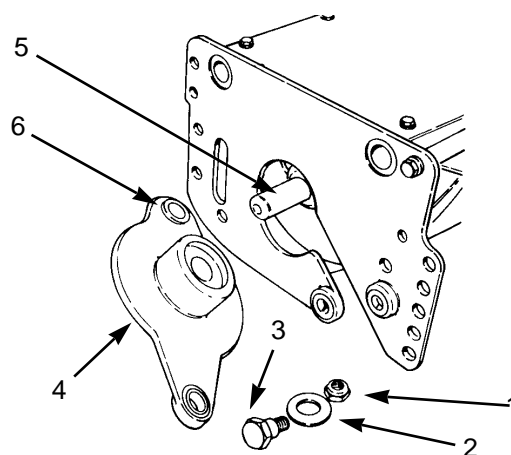

図 29
2. ユニット両端からショルダー・ボルト、ブッシュ、スペーサを取り、ベッドバー&ベッドナイフアセンブリを外す (図29)。
3. 調整ピンから、内側のロックナット、ブラケット用のボルト類を取り、調整ハンドル・アセンブリをサイド・プレートから外す。(図29)。
1. ドライブ・ハウジングとベアリング・ハウジングの取り付け穴にあるフランジ・ブッシュの磨耗が大きければ交換する(図29)。
7. ショルダー・ボルトに鋸歯ワッシャを付け、ハウジングの後ろ取り付け穴に入れる。ボルトはサイド・プレートを通して(図29)コーン・ナットで締めつける(6.2 ~ 7.6 kg.m)。